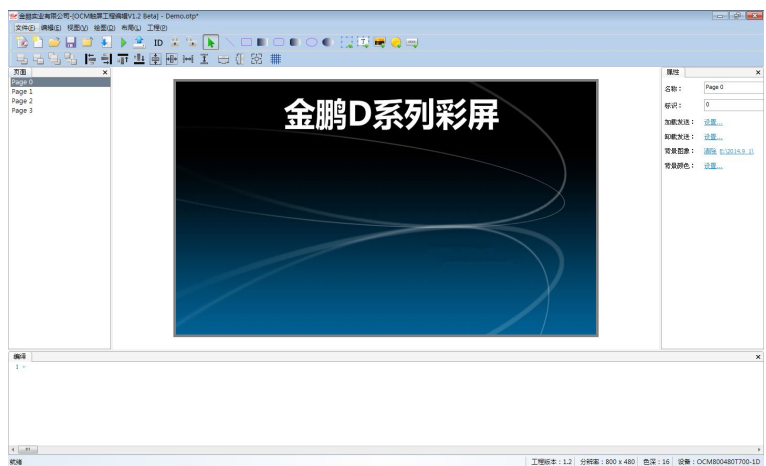

图 2.5
1. 点击属性栏“背景图像”，设置背景图片为“Page0.jpg”，如图 2.5 所示，图片在示例工程文件夹下。